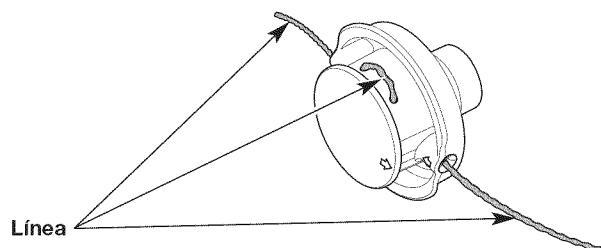

Fig. 14
- Hale los extremos de la línea hasta que la misma esté apretada contra el cabezal de corte. Asegúrese de que los extremos de la línea sean de igual longitud (Fig. 14).